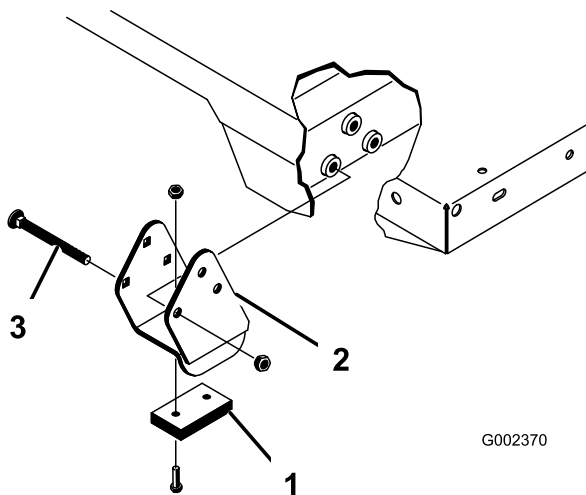

Figure 37
Remarque: Les entretoises et les cales d'usure (Figure 37) doivent être installées avec les têtes des boulons à l'intérieur de la machine.
2. Placez le plateau sur le châssis du véhicule avec précaution et en alignant les trous des plaques de pivot arrière sur ceux du profilé arrière du châssis. Montez 2 axes de fixation et goupilles à anneau (Figure 37).
3. Abaissez le plateau, fixez chaque extrémité de la tige du vérin aux fentes appropriées dans les plaques de montage du plateau au moyen d'un axe et d'une goupille à anneau. Insérez l'axe de fixation par l'extérieur du plateau, la goupille à anneau étant à l'extérieur (Figure 37). Les fentes arrière sont réservées à l'installation du plateau complet et les fentes avant à l'installation du plateau 2/3.